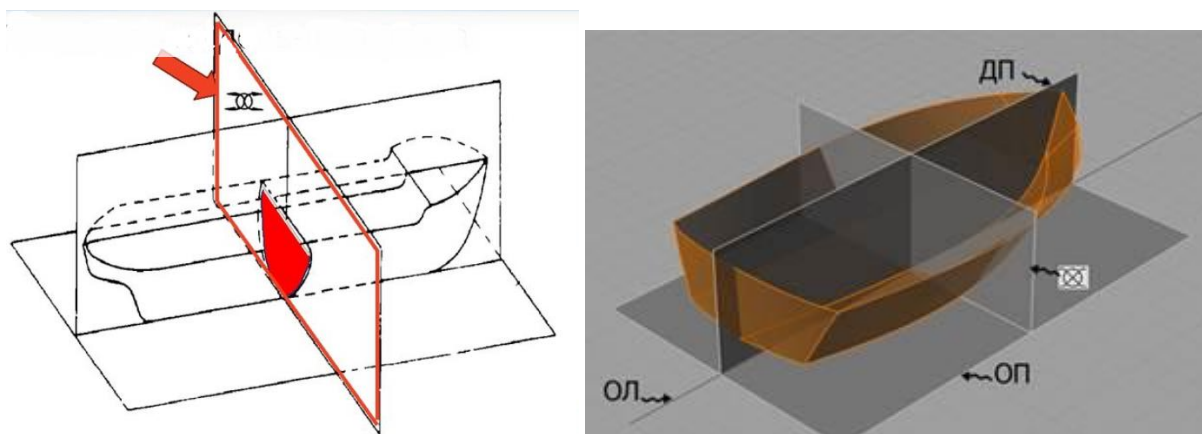

Рис.11 Мидель-шпангоута (  )
**Плоскость мидель-шпангоута** (  ) - вертикальная поперечная плоскость, проходящая посередине длины судна, обычно через наиболее полное поперечное сечение (рис.11)